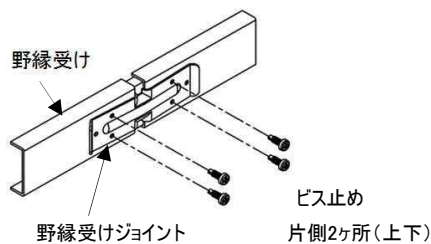

図 2-1 野縁受け接続部
- ・野縁受けの接続部は野縁受けジョイントを使用し、隣り合う野縁受けのジョイント部分が、交互になるよう取り付ける。その際、 $\phi 4$ ビス(4本)で背側からビス止めする。(図2-1参照)